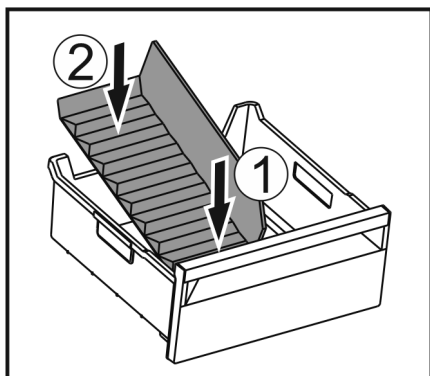

Fig. 115
- ▶ Introduceți partea frontală a separatorului pentru compartimentul de gheață. Fig. 115 (1)
- ▶ Coborâți partea posterioară a separatorului pentru compartimentul de gheață până la baza sertarului. Fig. 115 (2)